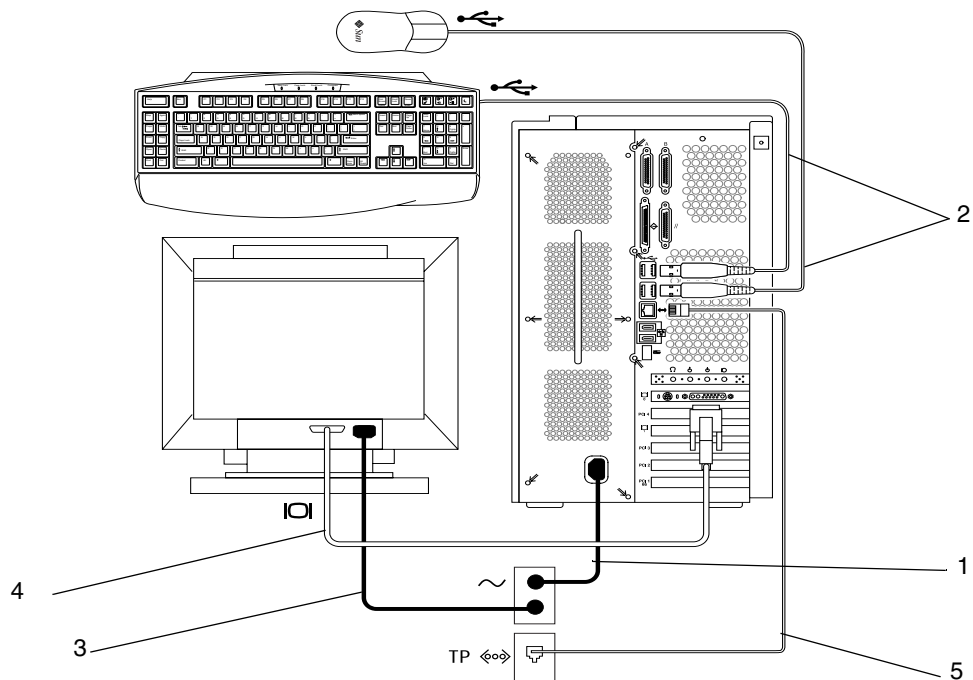

FIGURA 4 Collegamento dei cavi
1. Collegare il cavo dell'alimentazione a una presa elettrica dotata di messa a terra (vedere FIGURA 4).